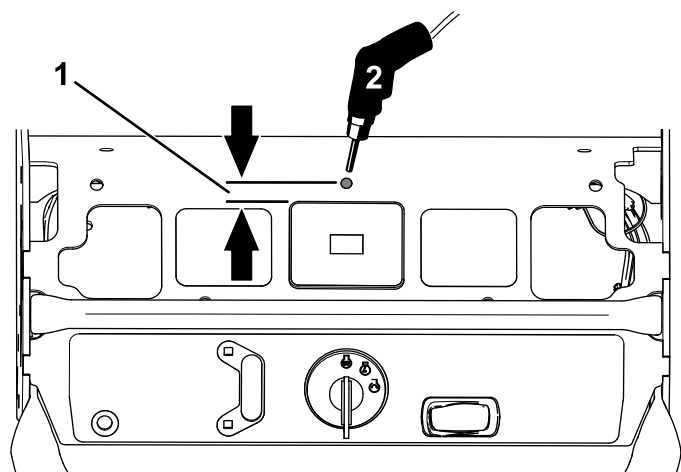

図 7
6. アワーメータの前にスイッチ用の穴直径 12 mmを開ける 図 7。